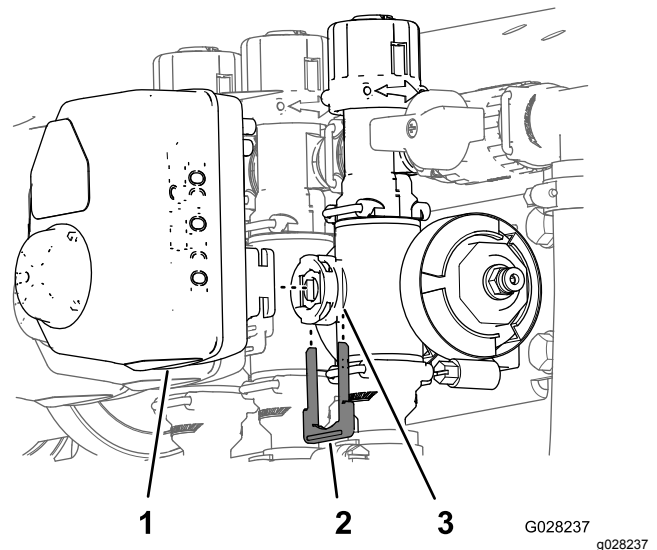

Bild 77
2. Entfernen Sie den Halter, mit dem der Aktuator am Verteilterventil für das Abschnittventil oder das Rührwerkventil befestigt ist (Bild 77).